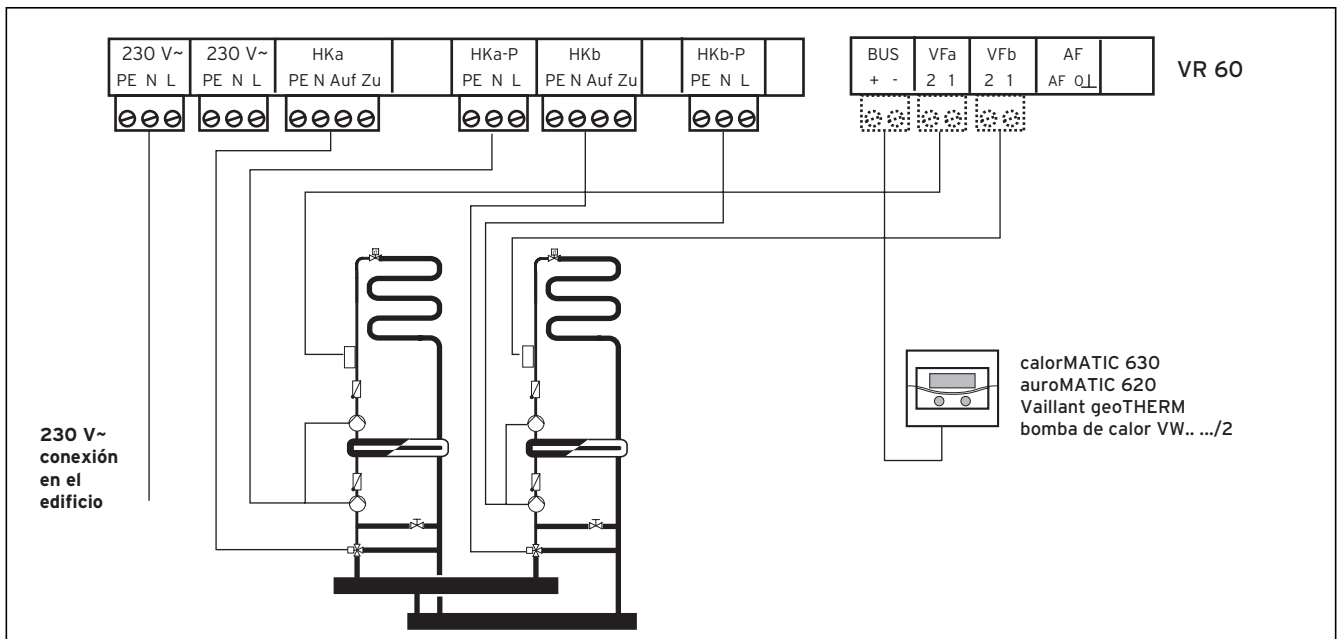

Fig. 5.1 Conexión del módulo de conexiones eléctricas VR 60
- Realice el cableado de conexión del módulo de conexiones eléctricas VR 60 según la fig. 5.1.